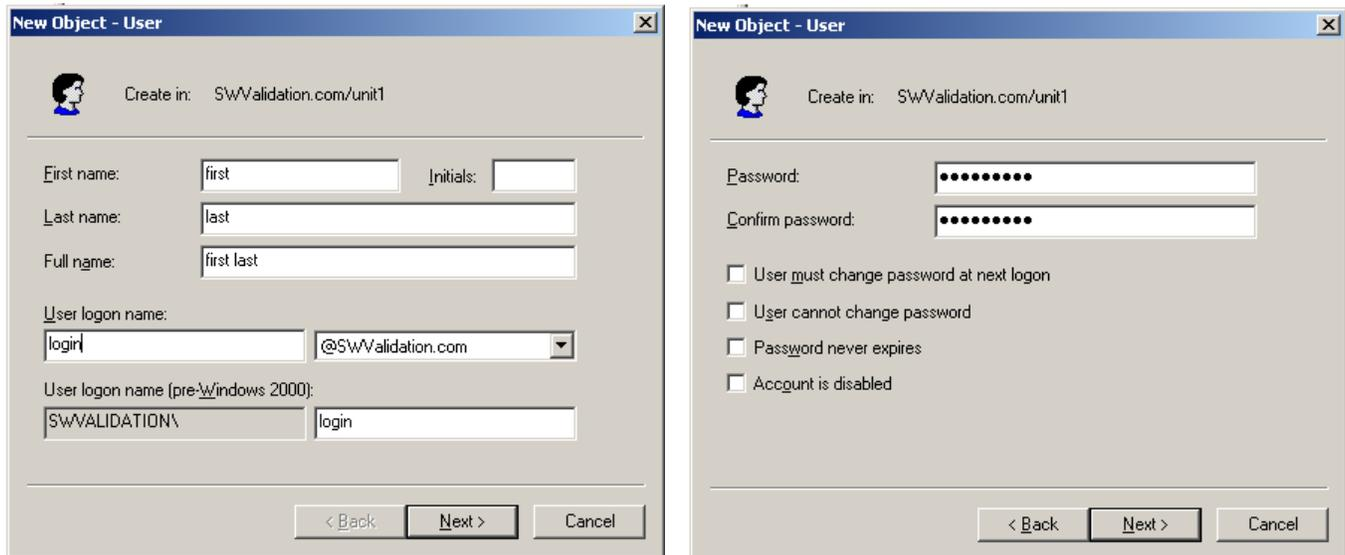

Abbildung 4.4.7d Benutzer Details Bildschirm
3. Gehen Sie ebenso bei der Erstellung einer neuen Gruppe, dann eines neuem Benutzers vor. Geben Sie den Benutzernamen und die Login Details (Abbildung 4.4.7d) ein. Markieren Sie die entsprechenden Kästchen in der Passwort Seite.